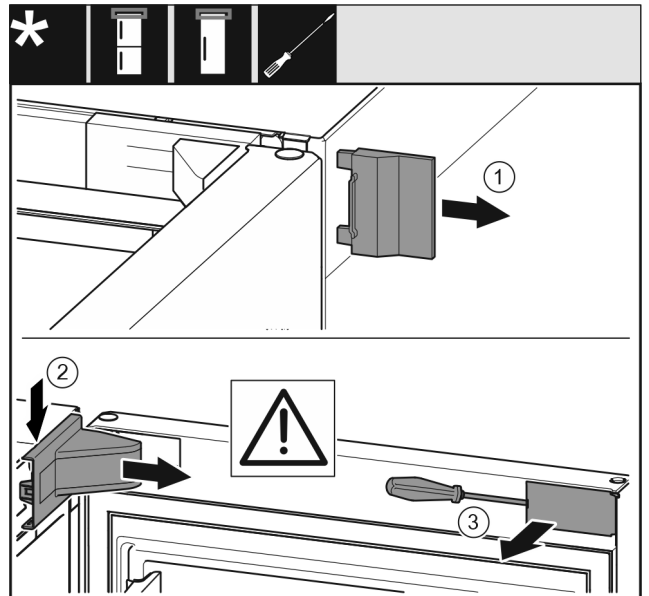

Fig. 9
- Buitenste afdekking Fig. 9 (1) wegnemen.
- Lagerbokaafdekking Fig. 9 (2) ontgrendelen en wegnemen.
- Paneel Fig. 9 (3) met een platte schroevendraaier ontgrendelen en opzij draaien.